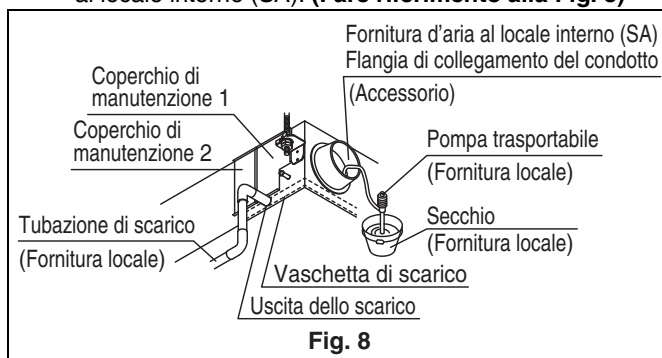

Fig. 8
(2) Dopo aver terminato la messa in posa della tubazione, controllare che il materiale di scarico fluisca regolarmente.
- Testare lo scarico versando circa 1.000 cc d'acqua nella vaschetta di scarico attraverso il foro per le ispezioni, rimuovendo il coperchio di ispezione 1 (8 viti) oppure attraverso il giunto nel condotto di uscita della fornitura d'aria al locale interno (SA). (Fare riferimento alla Fig. 8)